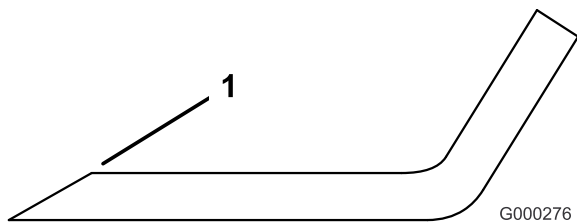

Figure 102
3. Examinez les tranchants de toutes les lames et aiguissez-les s'ils sont émoussés ou ébréchés. N'aiguissez que le haut du tranchant et conservez l'angle de coupe d'origine pour obtenir une coupe nette (Figure 102). Limez la même quantité de métal sur chacun des deux tranchants pour ne pas déséquilibrer la lame.